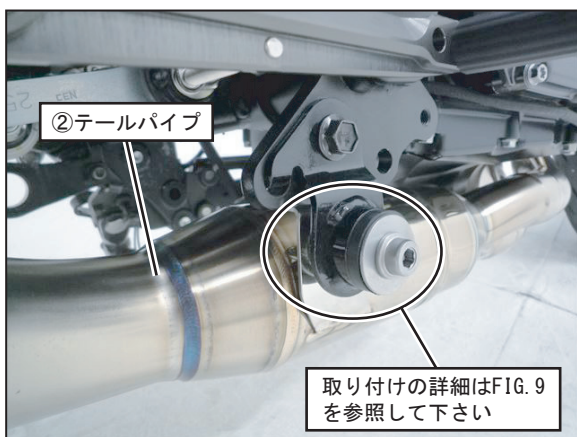

FIG. 8
7. ②テールパイプのステーを車両のマフラー取付位置に合わせ、純正ボルト、⑥平ワッシャM8×26、⑨UナットM8を使用して仮締めして下さい。（FIG. 8, 9参照）